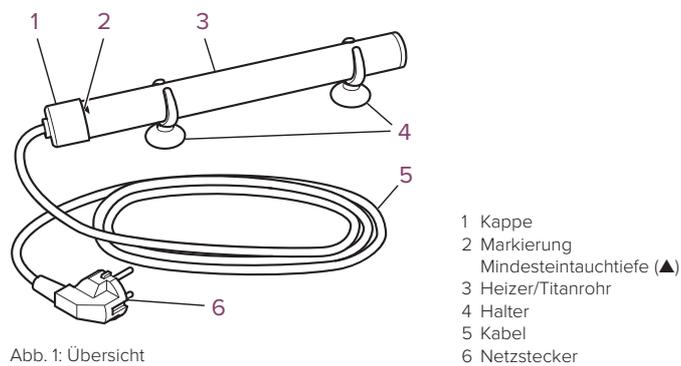

Abb. 1: Übersicht
- Trennen Sie vor allen Arbeiten den Heizstab vom Stromnetz. Ziehen Sie dazu den Netzstecker (Abb. 1/6) aus der Steckdose und lassen Sie den Heizstab abkühlen, bevor Sie im Aquarium oder Terrarium hantieren.
- Fassen Sie den Heizstab nur an der Kappe (Abb. 1/1) an.
Sie haben die Möglichkeit, den Heizstab mithilfe der mitgelieferten Halter (Abb. 1/4) in jeder beliebigen Lage unterhalb der Wasseroberfläche anzubringen.
- Schützen Sie den Netzstecker (Abb. 1/6) vor Feuchtigkeit.
2. Schieben Sie die mitgelieferten Halter (Abb. 1/4) auf den Heizstab.
- Beachten Sie bei senkrechtem Einbau die Mindesteintauchtiefe (Abb. 1/2), bis zu der der Heizstab mindestens in das Wasser getaucht werden muss.
1. Ziehen Sie den Netzstecker des Heizstabes (Abb. 1/6) aus der Steckdose bzw. dem Temperaturregler.
2. Lassen Sie den Heizstab (Abb. 1/3) vollständig abkühlen und stellen Sie sicher, dass er abgekühlt ist, bevor Sie den Heizstab berühren.
- Tauschen Sie bei Beschädigungen des Kabels (Abb. 1/5) den gesamten Heizstab aus. Die Anschlussleitung kann nicht einzeln ersetzt werden.
Halter (Abb. 1/4)	108877